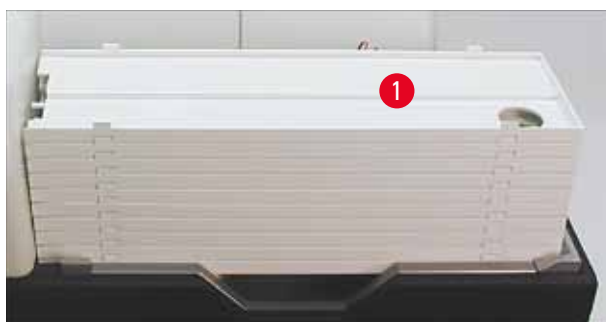

Fig. 38
1. Coloque una pila de tabletas (→ "Fig. 38-1") sobre la mesa elevadora de la estación de descarga (→ "Fig. 38").